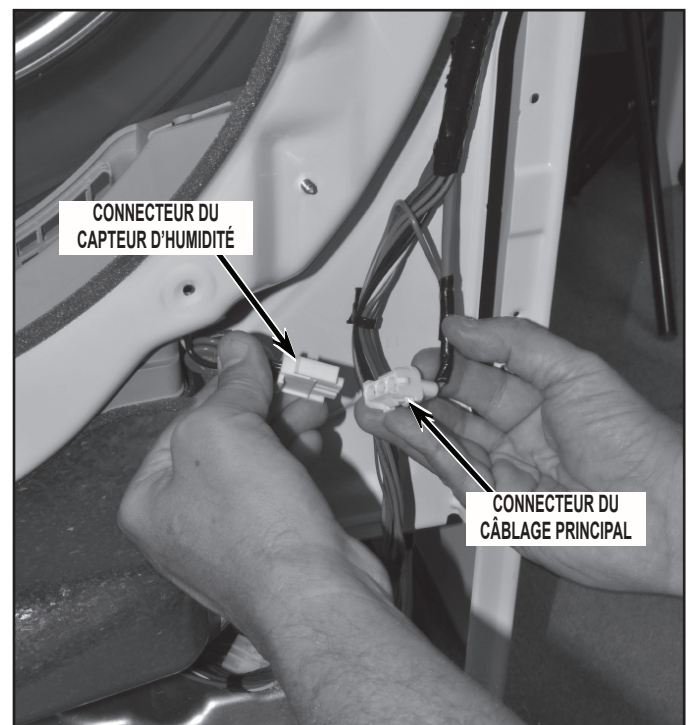

FIGURE 10
12. Débrancher le connecteur du capteur d'humidité du connecteur du câblage principal, situé sur le côté droit de la sécheuse, en bas/à droite; voir la *Figure 10*.